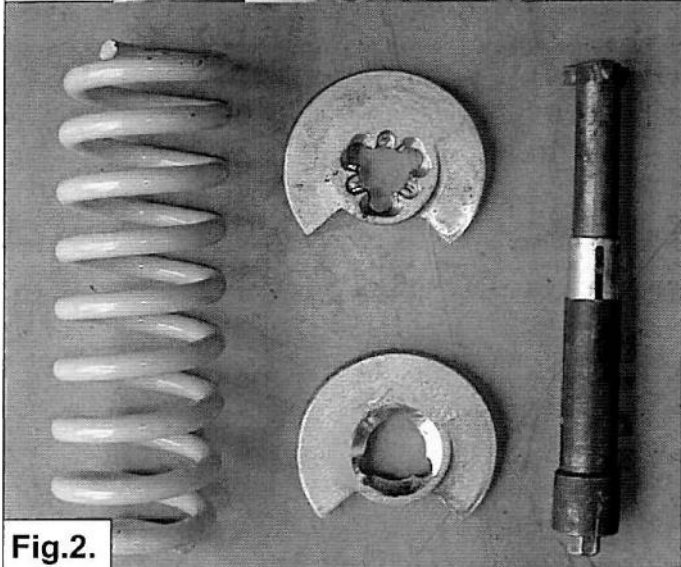

Fig.2.
5. Placez les compresse-ressorts Mercedes sur le ressort. Assurez-vous que les coupelles des compresse-ressorts soient le plus possible éloignées les unes des autres et que la griffe accroche correctement la coupelle supérieure. Voir fig. 2 et 3.